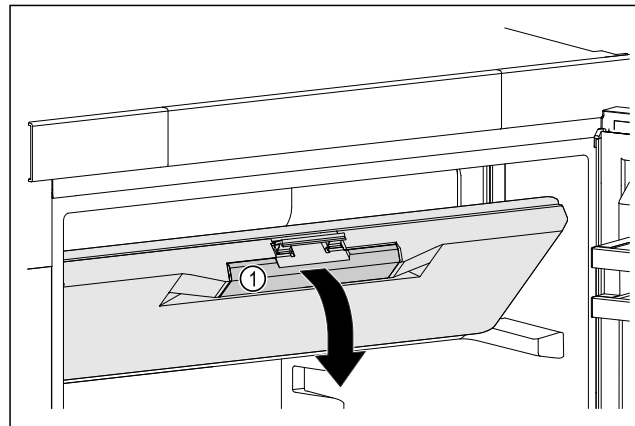

Fig. 46
- Saisir la porte du congélateur par la poignée encastrée Fig. 46 (1).